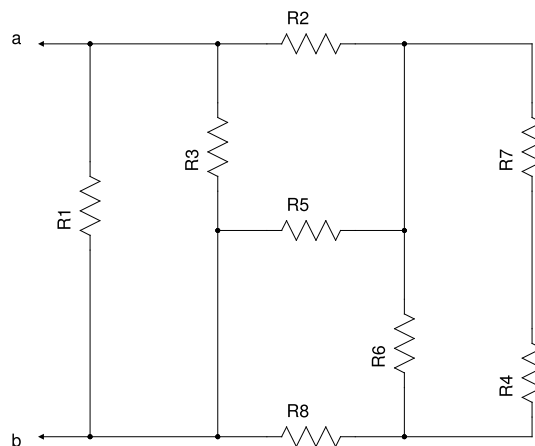

Figura 1.1
5. Monte o circuito da figura 1.1 e meça a resistência entre os pontos a e b ;